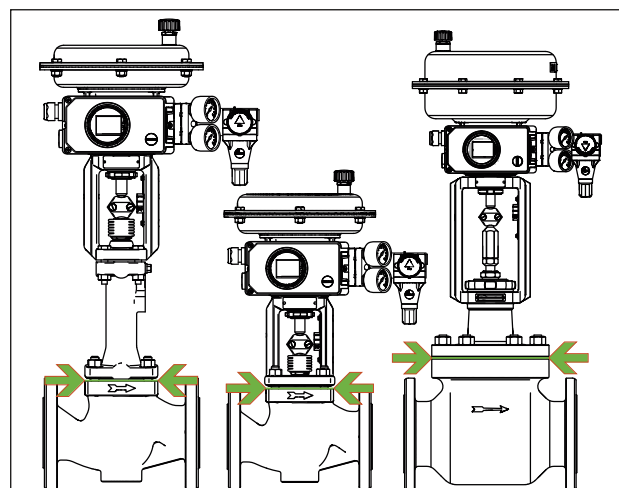

Fig. 13: Limite de isolamento para válvulas de controlo (exemplo apresentado)
- ⇒ *Isole apenas as válvulas de controlo até ao flange do castelo do corpo da válvula (consulte a Fig. 13). Isto também se aplica às versões com fole de vedação ou secção isolante a temperaturas do fluido inferiores a 32 °F (0 °C) ou superiores a 428 °F (220 °C). Se a secção isolante estiver isolada, não funcionará corretamente.*